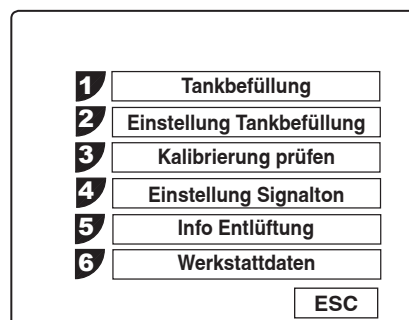

Abbildung 13
1. **EINSTELLUNG TANKBEFÜLLUNG** im Menü „Einrichten“ wählen. Siehe Abbildung 13.